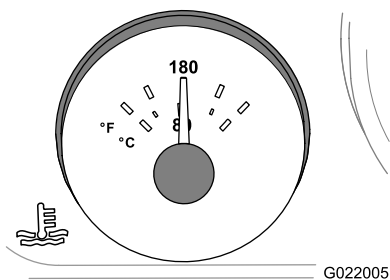

Figura 83
E. Haga funcionar el motor durante 5 minutos o hasta que el medidor de temperatura del refrigerante del cuadro de instrumentos indique 82 °C (180 °F); luego, pare el motor (Figura 83).